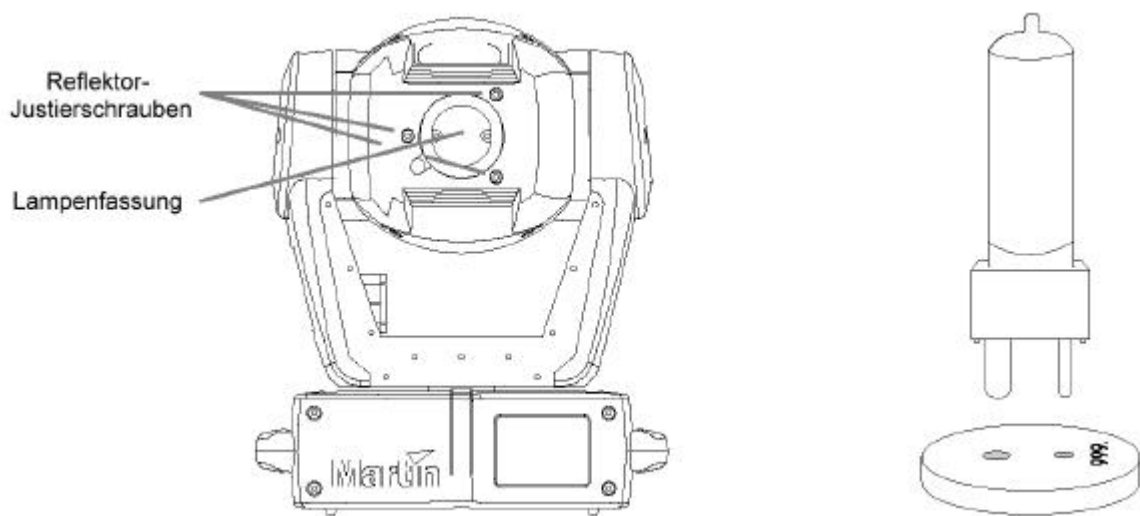

Abb.1: Lampeninstallation
3. Halten Sie die neue Lampe am Keramiksockel (berühren Sie nicht den Glaskolben) und setzen Sie sie in der korrekten Orientierung in die Fassung ein, wie in Abb. 1 dargestellt. Vergewissern Sie sich, dass die Lampe fest und gerade in der Fassung sitzt und die vier kleinen Zapfen am Keramiksockel die Oberfläche der Fassung berühren.